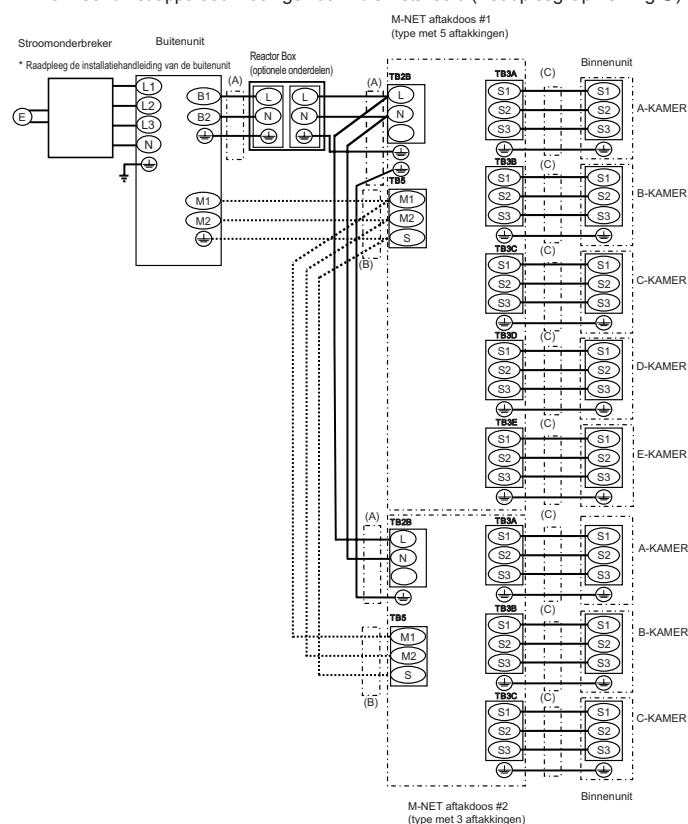
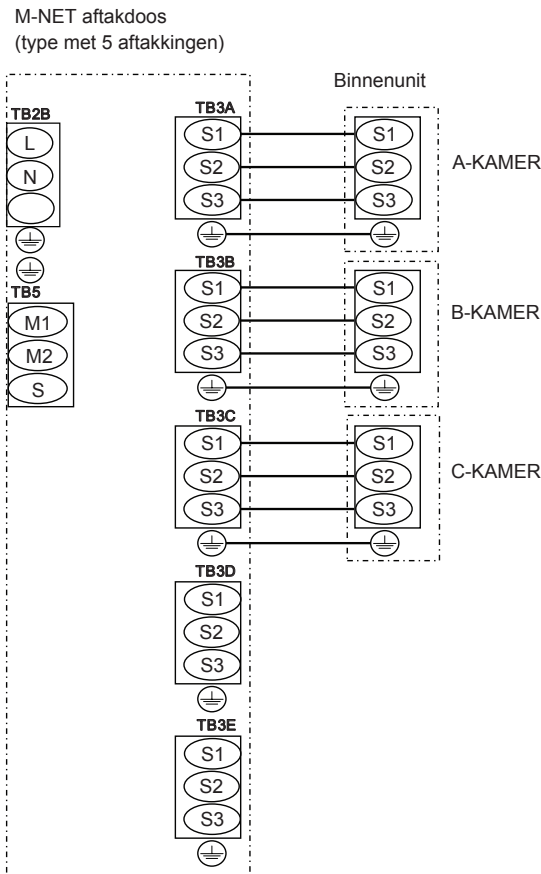

Fig. 8-8
Fig. 8-9 • Aanbevolen aansluitmethode
3. Voer de kabels in in de aftakdoos. (Fig. 8-8)
8.2. Externe bedradingsprocedure (Fig. 8-8, Fig 8-9)